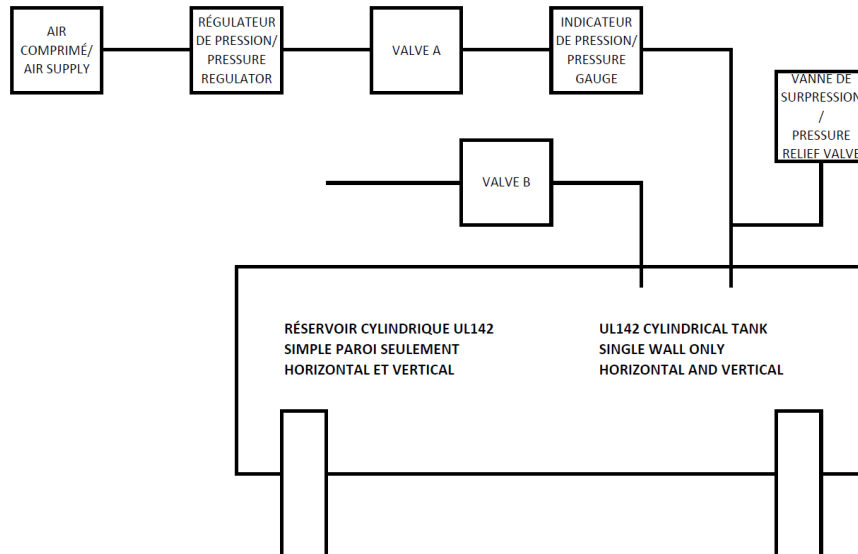

Figure 1 Single wall tank pressurizing procedure - Procédure test de pression pour réservoir simple paroi
- 1) Install the test piping as Figure 1. Close valve A. Seal temporarily all remaining openings to maintain the pressure. Make sure the compressed air supply is closed.
- 1) Installez la tuyauterie de test tel que la figure 1. Fermer la valve A. Sceller temporairement les ouvertures restantes pour maintenir la pression. Assurez-vous que l’air comprimé est fermé.
This is a suggested piping configuration; your final set up may differ from the one shown in Figure 1. This setup and procedure are only suited for horizontal and vertical **single wall** tanks.
Ceci est un montage suggéré ; votre montage final peut différer de celui indiqué à la figure 1. Ce montage et cette procédure sont valide seulement pour les réservoirs **simple paroi** horizontaux et verticaux.